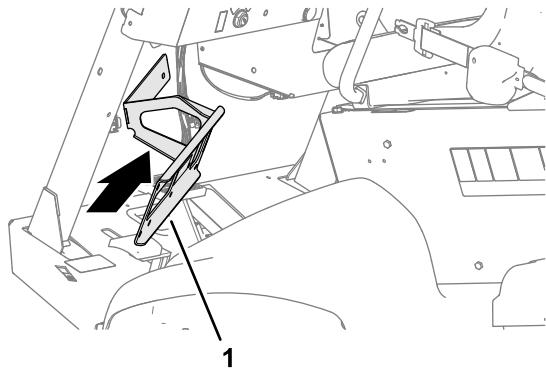

Bild 74
1. Richten Sie die Verteilerhalterung an der Vorderseite der Maschine aus, wie in Bild 74 dargestellt.